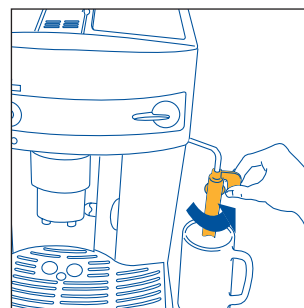
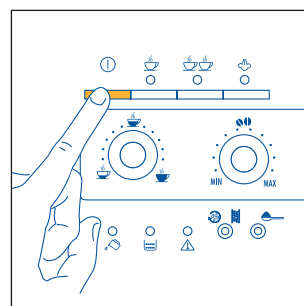

Fig.3
Fig.4
2. Tournez la buse à cappuccino vers l'extérieur, posez une tasse dessous (fig. 3) et mettez la machine en marche en appuyant sur la touche ① (fig.4).
- Tournez la buse à cappuccino vers l'extérieur de la machine (fig. 3).
- Posez une tasse sous la buse à cappuccino (fig. 3)
- Poussez vers l'extérieur la buse à cappuccino (fig. 3)